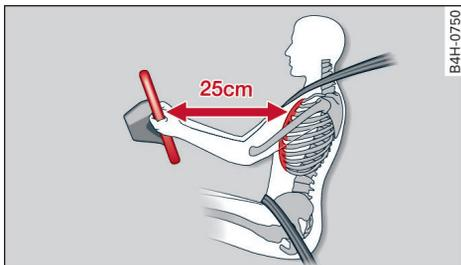

图 247 距方向盘的安全距离
- 对正、副驾驶员来说，与方向盘或仪表盘保持至少 25 厘米的距离非常重要 ⇨ 图 247。如果您未保持最小距离，那么安全气囊系统无法起